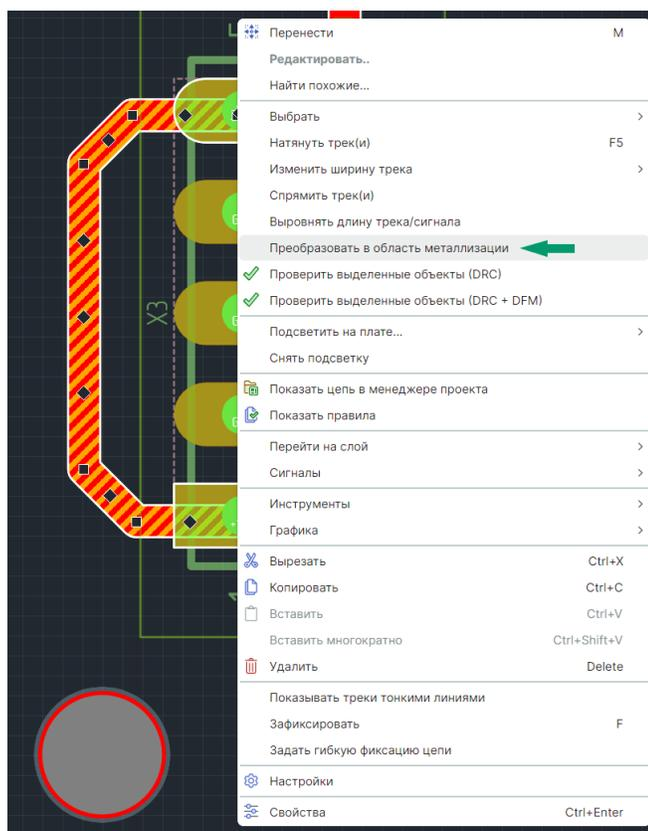

Рис. 475 Преобразование выделенного трека в область металлизации
2. Из контекстного меню выберите пункт «Преобразование в область металлизации», см. Рис. 475.